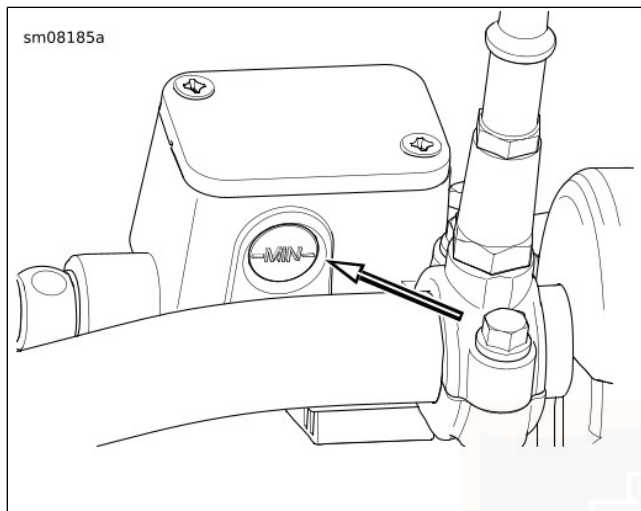

Figure 36. Jauge à vitre du réservoir de maître-cylindre avant
2. **Avant** : Voir Figure 36. Vérifier le niveau dans la jauge à vitre du réservoir avant. Le niveau doit être au-dessus du repère MIN.